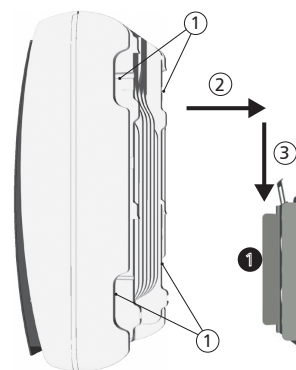

Abbildung 26
- Wechselrichter an Griffmulden ① oder umlaufendem Rand fassen, mittig auf die Montageplatte ① aufsetzen ② und leicht andrücken (Abbildung 26).
- Wechselrichter absenken ③, bis das Sicherungsblech der Montageplatte hörbar einrastet.